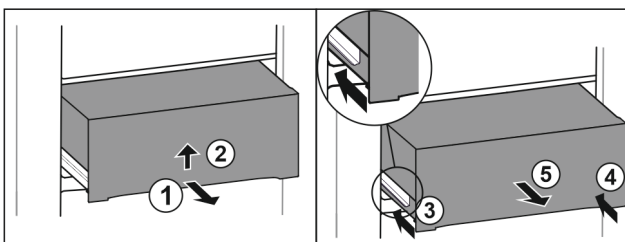

Fig. 56
- ▶ Изтеглете чекмеджето наполовина. Fig. 56 (1)
- ▶ Повдигнете чекмеджето от долната страна. Fig. 56 (2)
- ▶ Вкарайте лявата релса. Fig. 56 (3)
- ▶ Вкарайте дясната релса. Fig. 56 (4)
- ▶ Извадете чекмеджето напред. Fig. 56 (5)